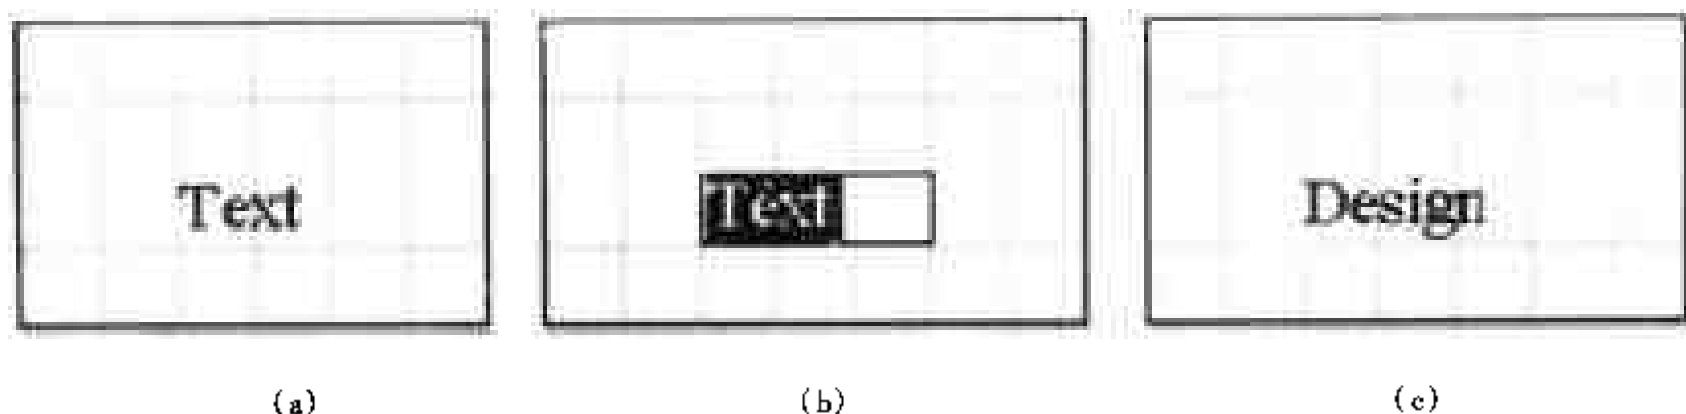

图 3-26 添加文字标注
- (1) 在 Drawing Tools 工具栏中单击  按钮,选择文字标注工具,此时鼠标箭头变为十字光标,并带有一个虚线框。
- (2) 在图纸中移动十字光标,在适当的位置单击,确定添加文字标注的位置,然后右击鼠标,即在图纸中放置了文字标注,其内容为默认 Text,如图 3-26(a)所示。
- (3) 在图纸中单击文字标注,在它的周围显示虚线框,表示文字已经被选中;再次单
击,则显示出实线框,如图 3-26(b)所示。在实线框中可以修改标注的内容,修改后单击图纸中的其他空白处,取消对文字标注的选择,得到如图 3-26(c)所示的效果。